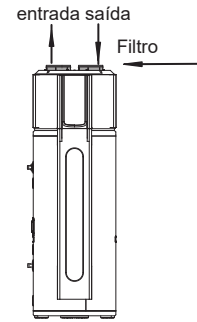

Fig.3-8
- 5) Instalação do filtro na entrada da unidade. No caso da unidade com conduta, o filtro deve ser colocado na posição de entrada da conduta. (Fig. 3-8/3-9)